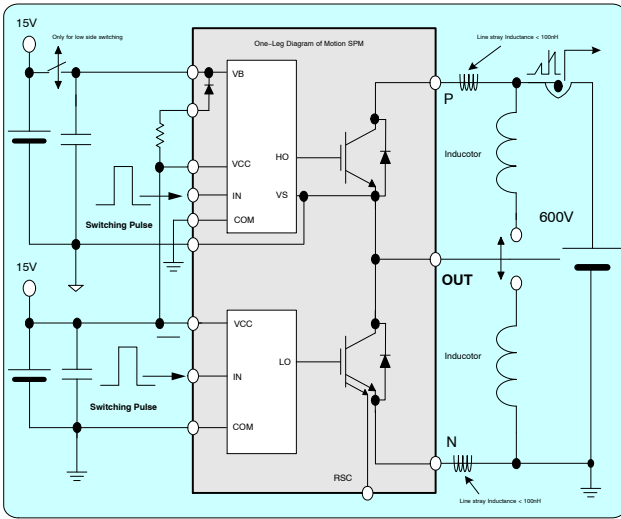
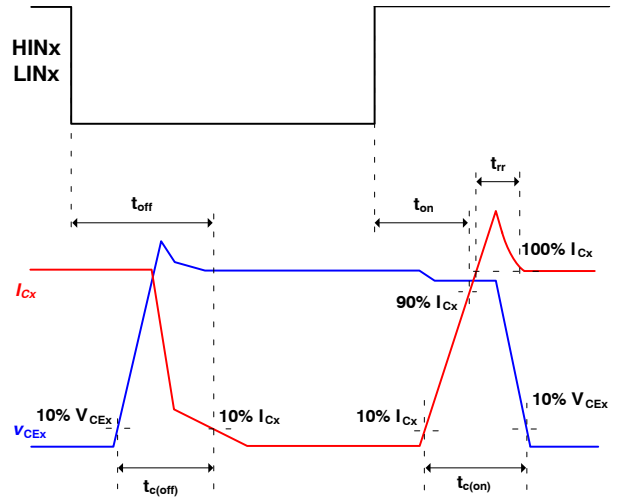

图 5. 开关评估电路
图 6. 开关时间定义
4. t_{ON} 和 t_{OFF} 包括内部驱动 IC 的传输延迟。 $T_{C(ON)}$ 和 $t_{C(OFF)}$ 指在内部给定的栅极驱动条件下， IGBT 本身的开关时间。 关于更多详细信息， 请参见图 5 和图 6。